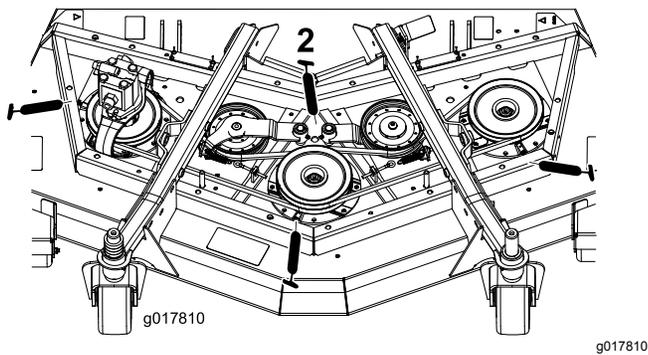

Bild 44
- Drei Spindelwellenlager (unter der Riemenscheibe) (Bild 44)
- Zwei Spannarm-Drehbüchsen (Bild 44)